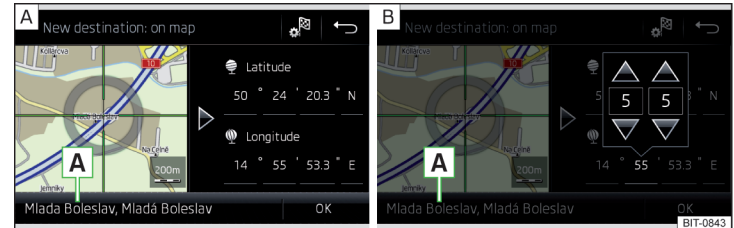

Abb. 173 Ziel eingeben: über den Kartenpunkt / mithilfe von GPS-Koordinaten
- ▶ Durch Bildschirmberührung das gewünschte Ziel in das Fadenkreuz verschieben » Abb. 173 - **A**.
- ▶ Die Werte der GPS-Koordinate nacheinander antippen und einstellen » Abb. 173 - **B**.
Sind in den Navigationsdaten des Infotainments Informationen zum eingegebenen Punkt verfügbar, dann werden diese statt der GPS-Koordinaten angezeigt (bspw. Adresse **A** » Abb. 173).